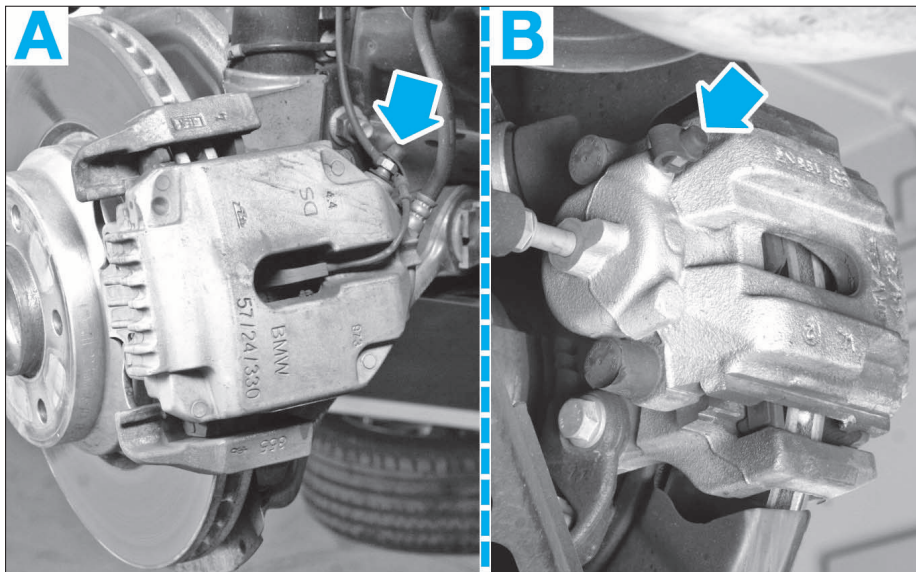

FIG. 25
- Brancher le flexible de purge avec le récipient de récupération sur la vis de purge au niveau de l'étrier de frein arrière droit (Fig.25).